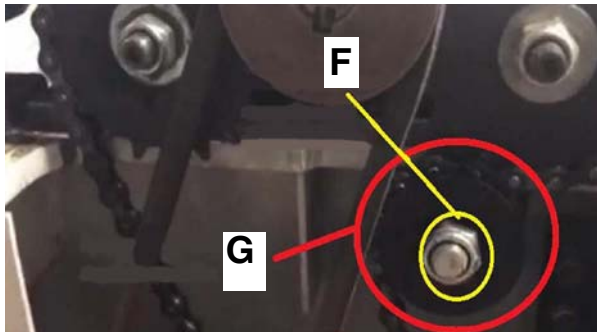
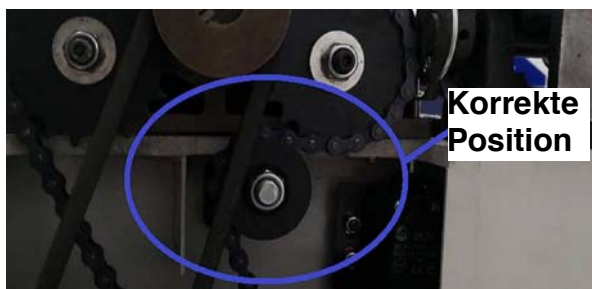

Abb. 26: Zahnrad lösen
Abb. 27: Korrekte Position des Zahnrad
- Schritt 4: Lösen Sie die Schraube (F, Abb.26) und Drücken Sie das Zahnrad nach links um die Spannung der Kette zu erhöhen (G, Abb.26).
- Schritt 5: Ziehen Sie die Schraube (F, Abb.26) fest sobald sich das Zahnrad in der richtigen Position befindet (Abb.27).